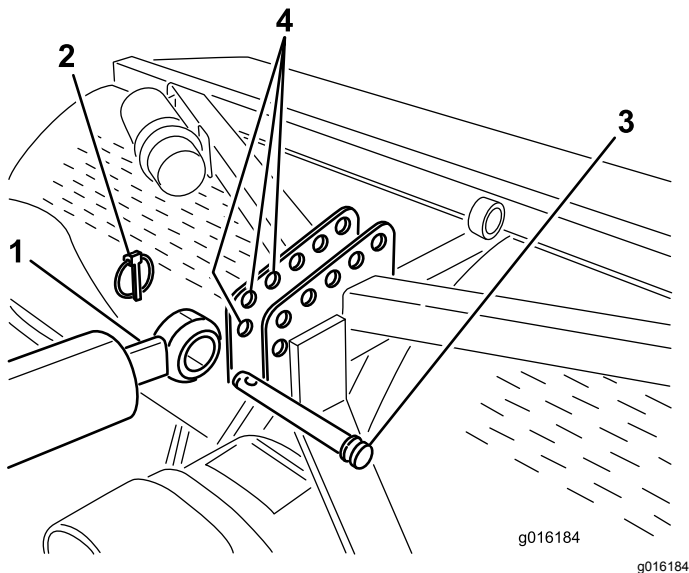
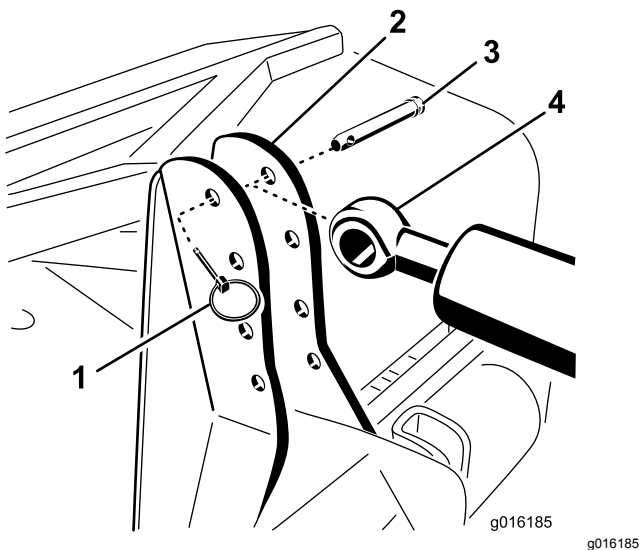

Bild 6
Bild 7
7. Befestigen Sie das Stangenende des hydraulischen Oberlenkers mit einem Steckstift und einem Klappstecker im vordersten Loch in der Aerifizierhalterung (**Bild 6** oder **Bild 7**).